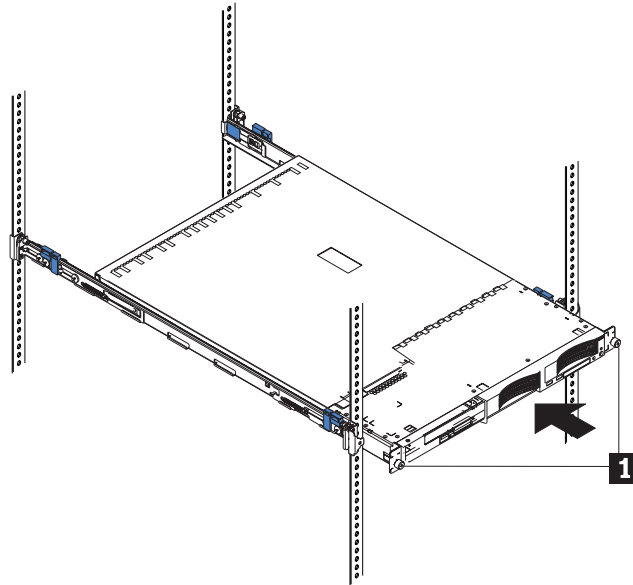

図 32. ラックへの SAN ボリューム・コントローラーの取り付け
2. 2 つの拘束つまみねじ 1 (図 32 を参照) を完全に締める。